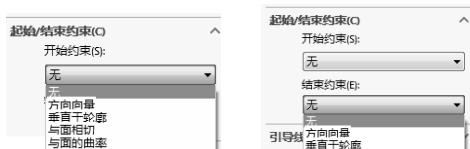

图 5-66 “起始/结束约束”选项组
- 5) 如果要在放样的开始和结束处控制相切，则需在“起始/结束约束”选项组中进行设置，图 5-66 所示分别显示了“开始约束”与“结束约束”两个下拉列表里选项。